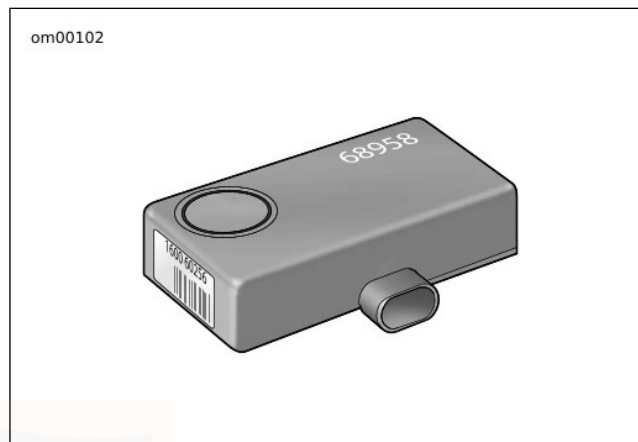

Figura 20. Sirena Smart opzionale
- Vedere Figura 20. Scatta la sirena opzionale.